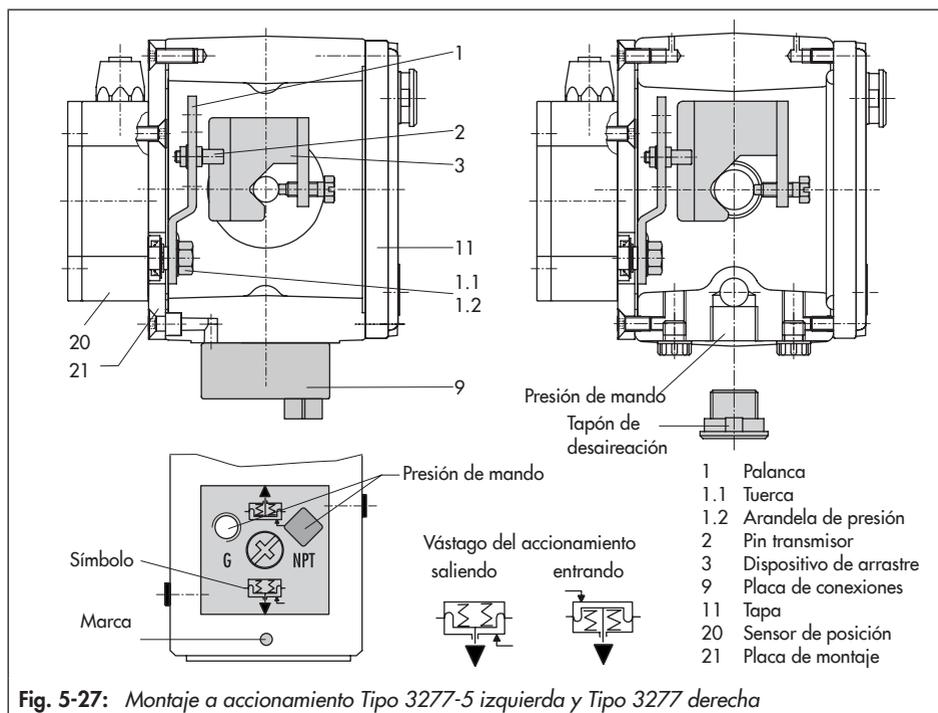

Fig. 5-27: Montaje a accionamiento Tipo 3277-5 izquierda y Tipo 3277 derecha
### **Accionamiento Tipo 3277-5 de 120 cm2 (Fig. 5-27)**
La presión de mando del posicionador se conduce a la cámara de la membrana del accionamiento a través de la conexión de la presión de mando de la placa de conexiones (9, Fig. 5-27 izq.). Para ello, atornillar pri-
- Girar la placa de conexiones (9) de forma que la marca indique el símbolo que corresponda con la posición de seguridad "vástago saliendo" o "vástago entrando" (Fig. 5-27 abajo).
- Asegurar que la junta plana de la placa de conexiones (9) quede bien colocada.